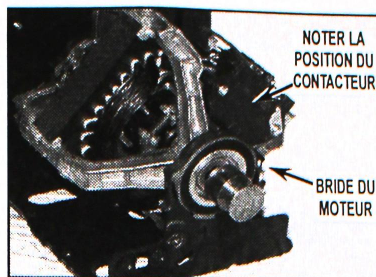

FIGURE 3
- Placer le moteur comme indiqué en *Figure 3*. Aligner la languette du moteur sur la fente du support moteur. Noter la position du contacteur du moteur (l'orientation du contacteur peut varier).